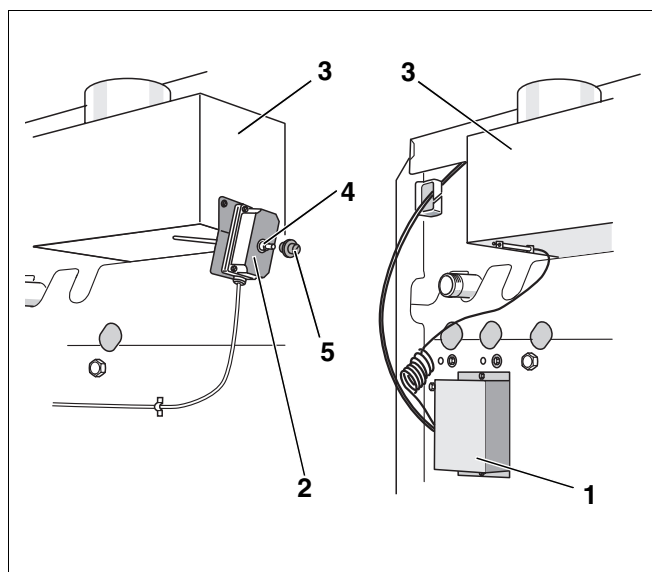

Fig. 11 Supravegherea gazelor arse
- Supravegherea gazelor arse AW 50 (Fig. 11, **Poz. 1**) pornește din noi după câteva minute automat atât timp cât există cerere de căldură.
- În cadrul supravegherii gazelor arse AW 10 (Fig. 11, **Poz. 2**) îndepărtați după ca 10 minute capacul de protecție (Fig. 11, **Poz. 5**) și apăsați apoi butonul de resetare (Fig. 11, **Poz. 4**).